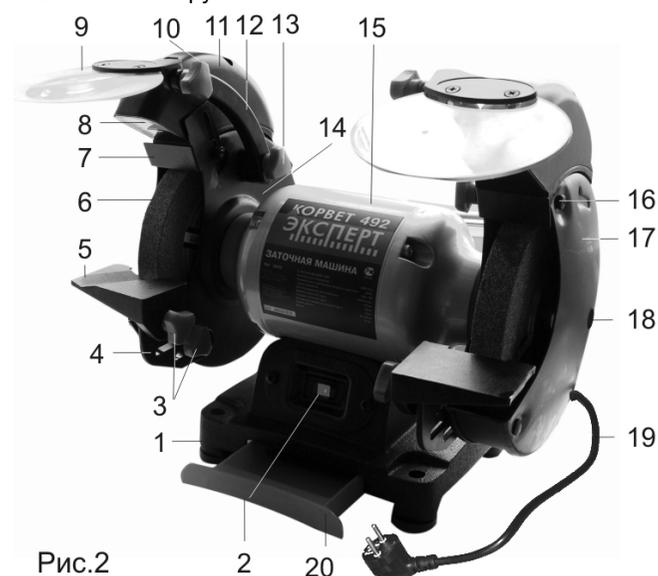

Рис.2
Машина состоит из следующих сборочных единиц и деталей, Рис. 2:
Установите машину на ровной и устойчивой поверхности верстака и надежно закрепите её через специальные отверстия в основании (1), Рис. 2, с помощью болтовых соединений (не комплектуются).
## 9. СБОРКА И РЕГУЛИРОВКА (Рис. 2)
После работы очищайте машину от абразивной пыли, металлических опилок и т.д. Перед работой на машине проверяйте крепление всех элементов конструкции машины. Регулярно очищайте защитные экраны (9) влажной тряпкой, обеспечивая видимость рабочей зоны, Рис. 2. Не используйте растворители или очистители, выработанные на основе бензина.
### 10.1. Пуск машины (Рис. 2)
### 10.2. Заточка режущего инструмента (Рис. 2)
## 11. ЗАМЕНА ШЛИФОВАЛЬНОГО КРУГА (Рис. 2, 3)